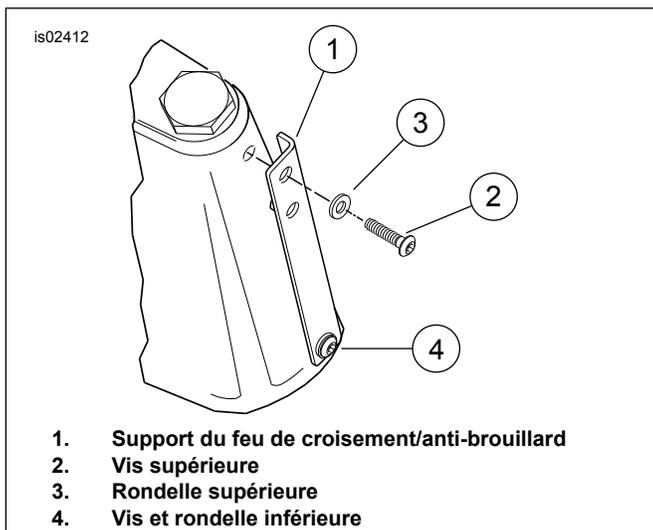

Figure 3. Support du feu de croisement
1. Voir Figure 3. Retirer seulement la vis (2) et la rondelle (3) **supérieures** attachant le support de feu antibrouillard/de croisement (1) aux panneaux avant et arrière. Conserver la vis et la rondelle (4) inférieures en place. La vis supérieure peut être jetée mais il faut conserver la rondelle.